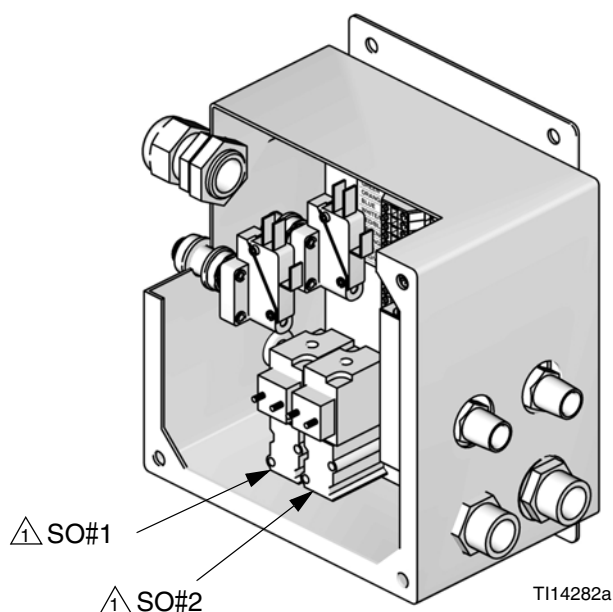

図 7. ソレノイド (二個図示) を設置して下さい
1. それぞれのガン洗浄ボックスキットには、1つのソレノイド (SO) が含まれます。GFB インタフェースモジュールは1つか2つのソレノイドに対応可能です。ソレノイドをエンクロージャーの底背部のマニホールドに設置して下さい。図 7 を参照して下さい。